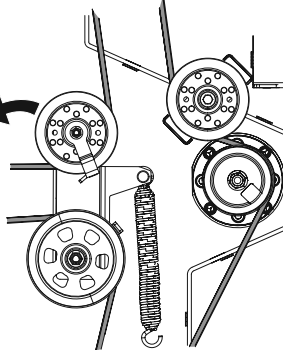

Figura 52
9. Tire del lado derecho de la correa de la PTO hacia atrás y coloque el lado V angosto de la correa de la PTO en la polea de la PTO. Consulte la Figura 52.